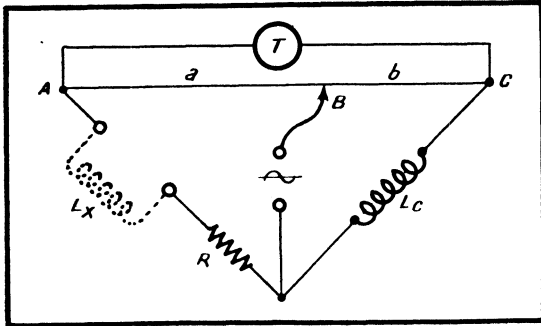

Fig. 3. — Schéma de principe pour la mesure d'une self-induction. Le point commun de R et de Lc doit être marqué D.
Le pont le plus souvent employé pour ces mesures est le pont de *Wheatstone* à fil. Ce pont, représenté par la figure 3, est constitué par un fil résistant calibré qui forme les branches AB et BC du pont, et par une bobine de self-induction étalon dans la branche CD. La bobine à essayer doit être placée dans la branche AD, où se trouve également insérée une résistance variable R. L'alimentation se fait en courant alternatif, et l'indicateur de zéro est un casque (T).